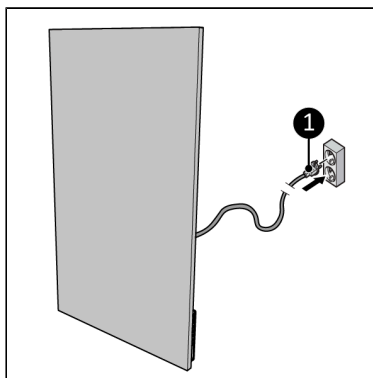

Figure 20.
2. Insérez la fiche d'alimentation (Figure 20, pos. 1) dans une prise murale reliée à la terre et facilement accessible. Utilisez une prise murale mise à la terre d'une puissance minimale de 1000 watts.